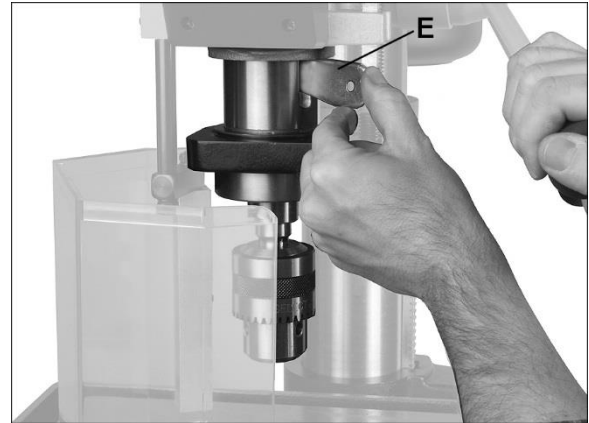

Рис. 6-3: вставка выколотки
24. Положите на стол кусок древесины из отходов и опустите пиноль (Рис. 6-3) с помощью рукояток подачи.
26. Вставьте выколотку (E, Рис. 6-3) в совмещенные пазы и слегка стукните по ней. Патрон вместе с оправкой выпадет из шпинделя.